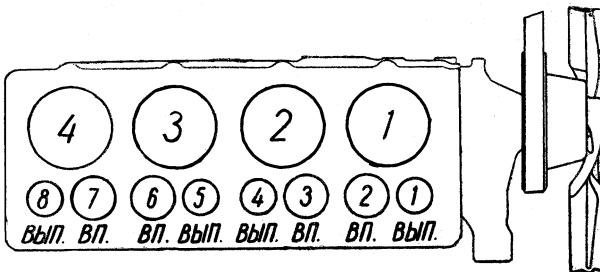

Рис. 14. Схема расположения клапанов двигателя.
- г) проверить щупом зазоры первого, второго, четвертого и шестого клапанов (считая от радиатора). Следует иметь в виду, что клапаны в двигателе расположены в следующем порядке (считая от радиатора): вып., вп., вп., вып., вып., вп., вп.. Расположение клапанов показано на рис. 14.